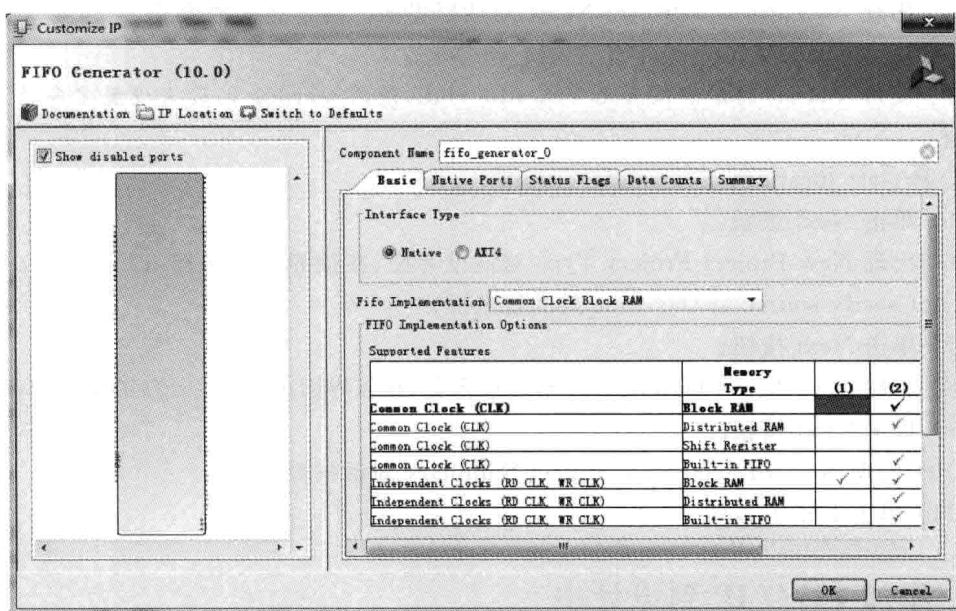

图 3.3 FIFO 生成器界面
- (3) 展开 FIFOs。选择并双击 FIFO Generator 选项。
- (4) 如图 3.3 所示,出现 FIFO Generator(FIFO 生成器)对话框界面。在该界面中,按如下参数设置。